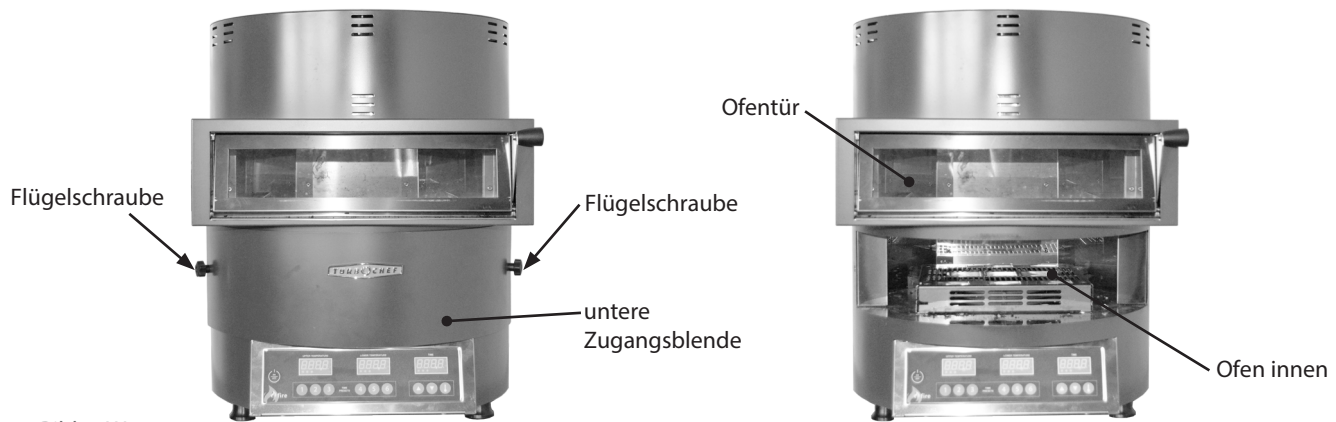

Bild 6: Wartung
5. Sicherstellen, dass die von unten zugängige Blende korrekt installiert ist (Flügelschrauben müssen fest angezogen sein), Darstellung siehe Bild 6, Seite 5.
- Die untere Zugangsblende durch Lösen der beiden Flügelschrauben abnehmen (siehe Bild 6, oben).